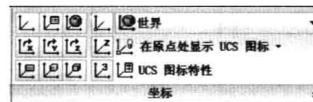

图 2-6-2
(1) 选择菜单命令“工具 / 新建 UCS / 原点”，或者在功能区单击“视图”选项卡并在“坐标”面板中单击“原点”按钮 ，如图 2-6-2 所示。